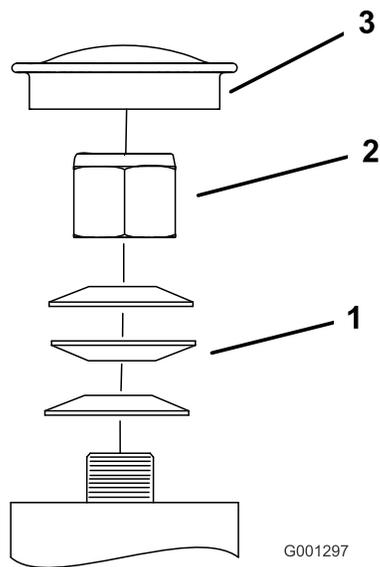

図 65
3. キャスタからダストキャップを外してロックナットを締め付ける 図 65。
4. スプリングワッシャが平たくつぶれるまでロックナットを締め付け、その位置から 1/4 回転もどすと、ベアリングに対して適切な予負荷がかかる 図 65。
重要 スプリングワッシャが 図 65 のように正しく取り付けられていることを確認してください。
5. ダストキャップを取り付ける 図 65。